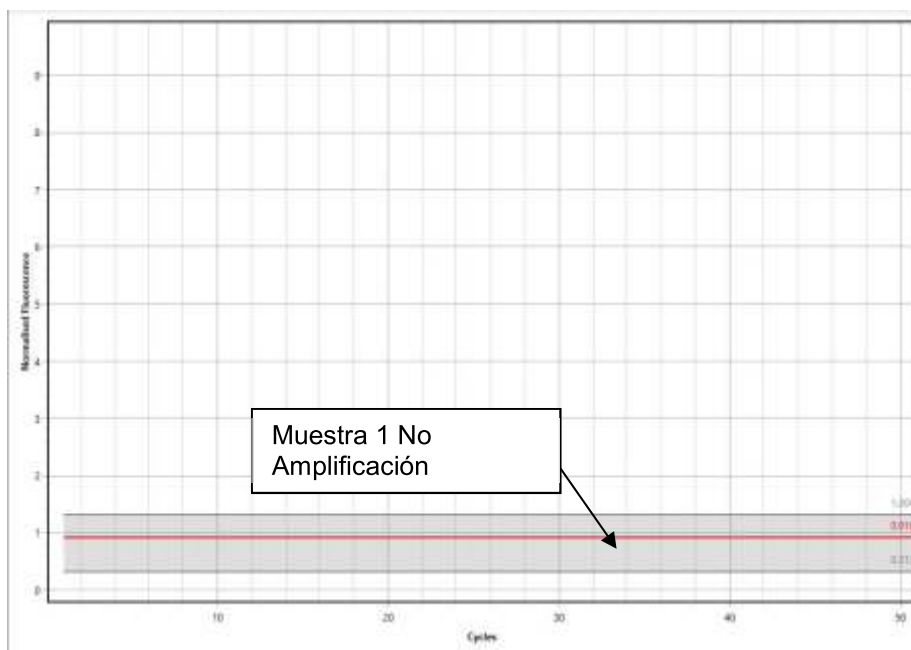

Figura 8: Negativo debido a Material Nuclear Inadecuado (FAM/CF560/Q670)
- Negativo debido a material nuclear inadecuado (Figura 8)
Un resultado negativo no mostrará amplificación para ZIKV, DENV, o CHIKV; sin embargo, ocasionalmente se produce una amplificación de más de 45 ciclos en los canales ZDC o RNasaP. Cualquier curva de amplificación mayor de 45 ciclos para ZDC está fuera de los límites de detección para el ensayo. Un resultado de muestra negativa tendrá la curva en *Figura 8*: